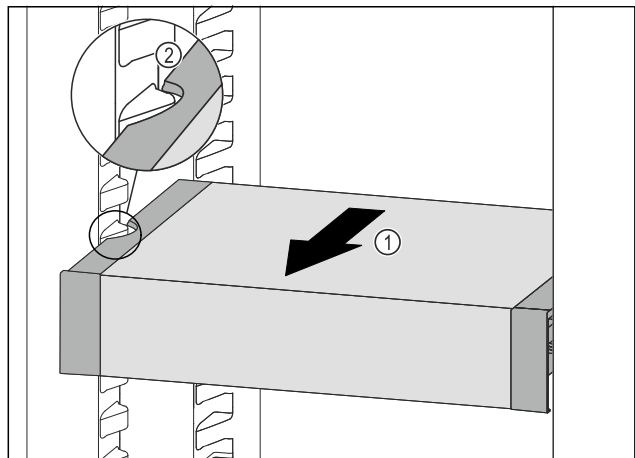

Fig. 116
- ▶ Вытягивайте VarioSafe вперед Fig. 116 (1), пока боковые выемки VarioSafe не окажутся на высоте выступа резервуара в холодильном отделении. Fig. 116 (2)